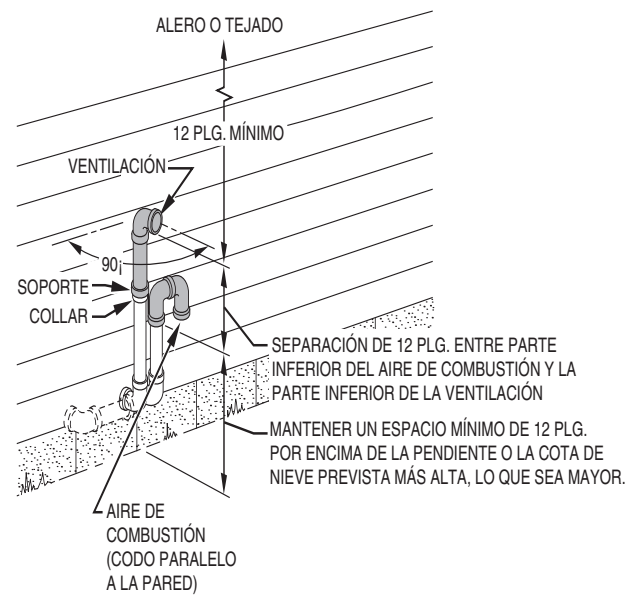

Figura 5 - Terminación en muro lateral (12 plg. como máximo por encima de la cota de nieve o pendiente).
4. Instale el accesorio en U y el soporte sin apretarlos como se muestra en la Figura 5. Coloque el accesorio en U de forma que el extremo abierto quede contra la pared de la estructura.
5. Instale el codo y la tubería de salida de ventilación en el collar sin apretarlos como se muestra en la Figura 5.
6. Compruebe las dimensiones requeridas según se indica en la Figura 5.
8. Instale el soporte como se muestra en la Figura 5.